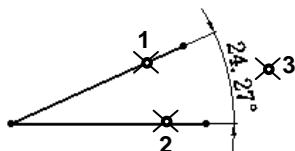
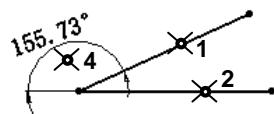

图 4.9.9 两条直线间角度的标注——锐角
图 4.9.10 两条直线间角度的标注——钝角
Step2. 选择下拉菜单 **工具(T)** → **尺寸(S)** → 智能尺寸(S) 命令(或在“尺寸/几何关系”工具栏中单击 按钮)。
Step3. 分别在两条直线上选取点1和点2；单击位置3放置尺寸(锐角, 如图 4.9.9 所示), 或单击位置4放置尺寸(钝角, 如图 4.9.10 所示)。